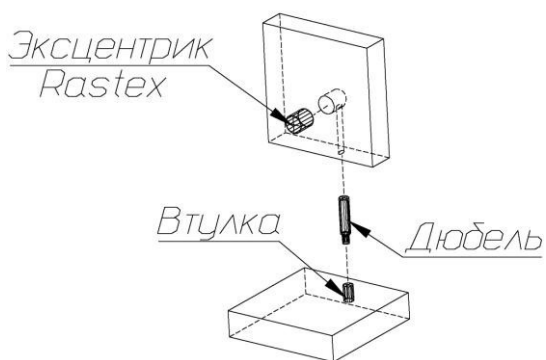

Рис. 1
1. В боковые стенки (84), (85), горизонтальный щит (87), стенку жесткости (86) в имеющиеся отверстия установить эксцентрики, таким образом, чтобы стрелка была повернута в сторону отверстия в торце.
В установленные муфты эксцентриковых стяжек на боковых стенках (84), (85), верхнем щите (83) ввернуть дюбели DU 644 (с мелкой резьбой под муфту) (рис.1).